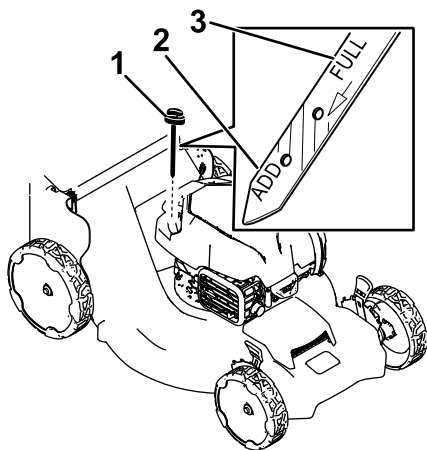

Рисунок 23
3. Выньте масломерный щуп, повернув крышку против часовой стрелки и вытянув ее (Рисунок 23).
машину набок (чтобы воздушный фильтр был сверху) (Рисунок 23).